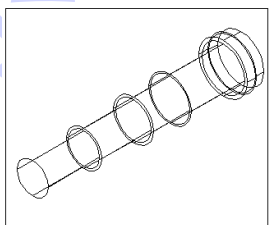
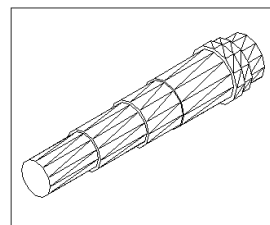

图 15-77
图 15-78
(11) 设置用户坐标系。在命令行直接输入 `ucs`。设定新的坐标原点为 $(0, 0, -10)$ 。
(12) 作圆柱体。单击  按钮或者在命令行直接输入 `cylinder`。底面圆心为 $0, 0, 0$ ，半径为 26，高度为 -10，结果如图 15-77 所示。
(13) 设置用户坐标系。在命令行直接输入 `ucs`。设定新的坐标原点为 $0, 0, -10$ 。
(14) 作圆柱体。单击  按钮或者在命令行直接输入 `cylinder`。底面圆心为 $0, 0, 0$ ，半径为 22.5，高度为 -19。
(15) 并集处理。单击  按钮或者在命令行直接输入 `union`，合并上述所有的轴段。
(16) 消隐处理。单击  按钮或者在命令行直接输入 `hide`，结果如图 15-78 所示。